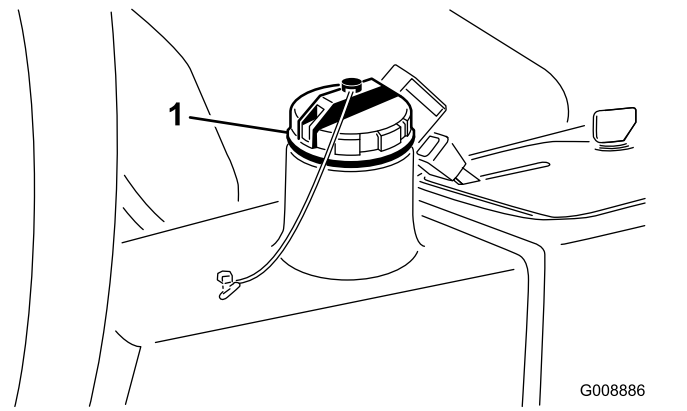

Figura 81
4. Encha o reservatório (Figura 81) com aproximadamente 13,2 litros de fluido hidráulico; consulte Verificação do sistema hidráulico (página 28).